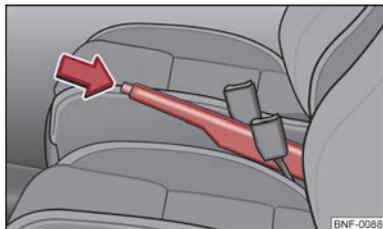

Abb. 60 Mittelkonsole: Handbremse
- Ziehen Sie den Handbremshebel etwas hoch und drücken Sie **gleichzeitig** die Sperrtaste ⇒ Abb. 60.